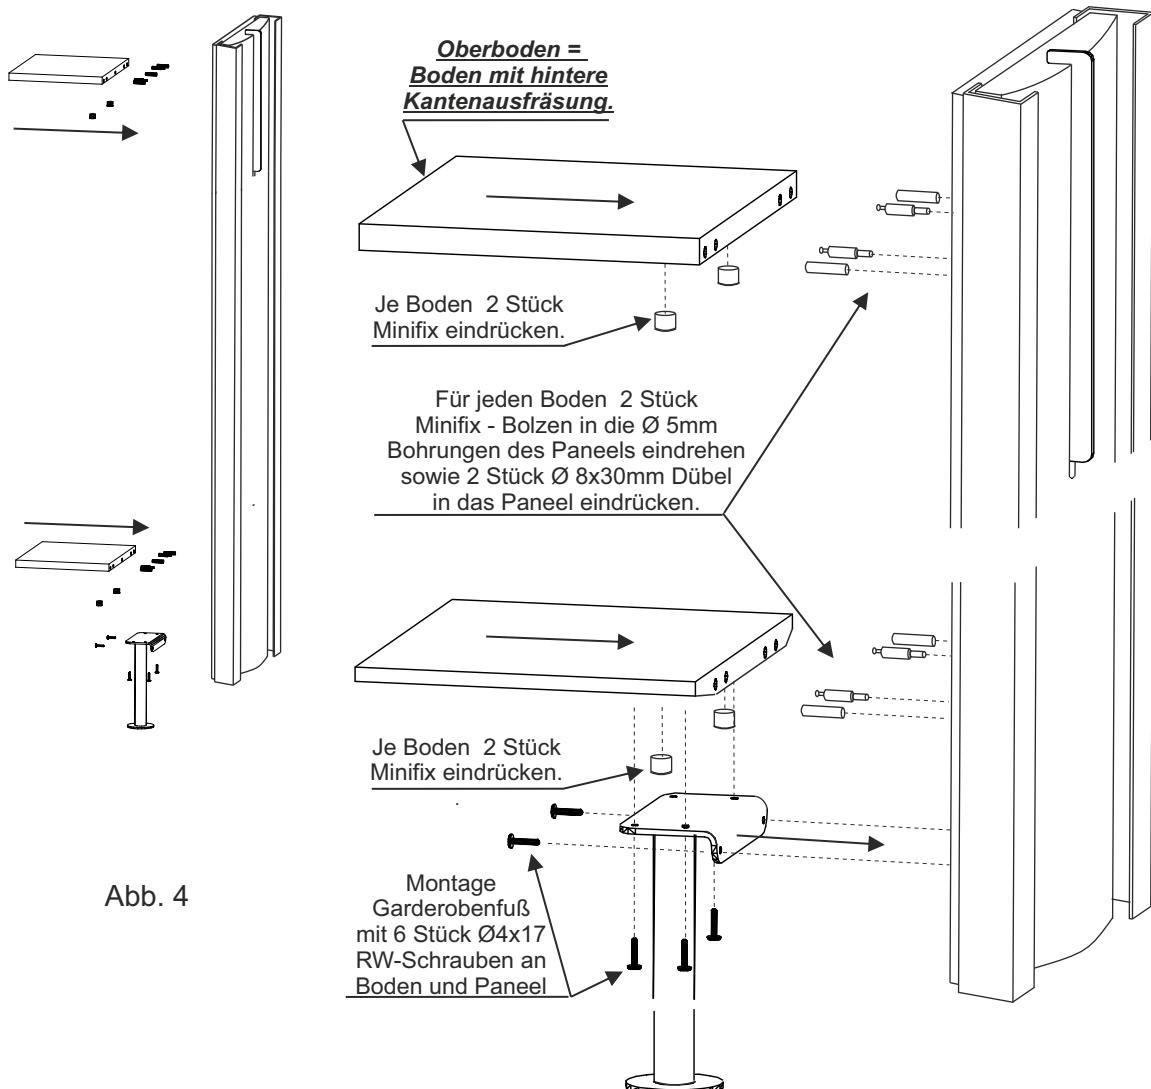

Abb. 4
4. Drücken Sie die Minifix in die Böden. (Abb. 4)
5. Schrauben Sie die Minifix-Bolzen rückseitig in das Paneel und drücken die Dübel hinein. (Abb. 4)
7. Befestigen Sie den Garderobenfuss an den unteren Boden und das Paneel. Verwenden Sie hierzu die Ø4x17 RW-Schrauben. (Abb. 4)